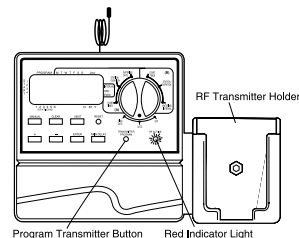

Figure 17: Arrosage à l'aide du dispositif sans fil
- Appuyer sur le bouton de la station désirée sur l'émetteur (numéro 1, 2, 3, etc.). L'émetteur émettra un son et le voyant rouge s'allumera [Voir Figure 17].
- Appuyer sur le bouton **MARCHE** pour la durée d'arrosage désirée (choisir entre les durées de **2, 10, 30 ou 60** minutes). L'émetteur émettra trois sons pour confirmer la commande. Le voyant rouge du programmeur clignotera plusieurs fois pour confirmer la réception du signal sans fil [Voir Figure 17]. Pendant un arrosage sans fil, l'écran du programmeur affichera la station active qui arrose (un "A" au-dessus du numéro de la station), affichera **A DISTANCE**, et fera le décompte du nombre de minutes restants pour l'arrosage de cette station.
- Appuyer sur le bouton **TOUTES** sur l'émetteur. L'émetteur émettra un son et le voyant rouge s'allumera [Voir Figure 17].
- Appuyer sur le bouton **MARCHE** pour la durée d'arrosage désirée (choisir entre les durées de **2, 10, 30 ou 60** minutes). L'émetteur émettra trois sons pour confirmer la commande. Le voyant rouge du programmeur clignotera plusieurs fois pour confirmer la réception du signal sans fil [Voir Figure 17]. Pendant un arrosage sans fil, l'écran du programmeur affichera la station active qui arrose (un "A" au-dessus du numéro de la station), affichera **A DISTANCE**, et fera le décompte du nombre de minutes restants pour l'arrosage de chaque station. Il faut remarquer que chaque station sera activée, quel que soit la programmation du programmeur.
- Chaque vanne a deux fils. L'un des fils doit être connecté en tant que conducteur neutre. Les conducteurs neutres de toutes les vannes peuvent être connectés ensemble à un conducteur neutre allant au programmeur. L'autre fil doit être connecté en tant que fil de station spécifique qui contrôlera cette vanne [Voir Figure 17].